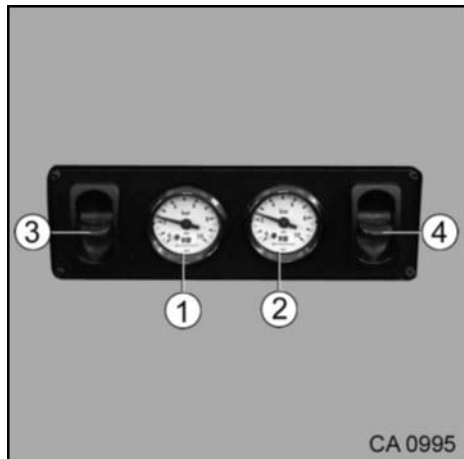

Fig. 53 Manomètre pour mesurer la pression de l'air comprimé de la suspension pneumatique supplémentaire
1. Pousser le levier (Fig. 53/3) vers le haut ou vers le bas. La pression réglée peut être consultée sur le manomètre (Fig. 53/1).
1. Pousser le levier (Fig. 53/4) vers le haut ou vers le bas. La pression réglée peut être consultée sur le manomètre (Fig. 53/2).